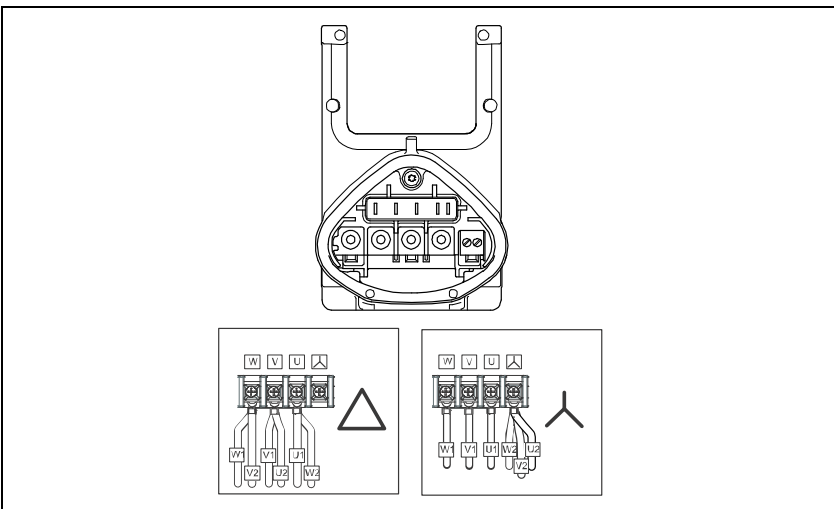

Abb. 5: Stern- oder Dreieck-Schaltung beim motorintegrierten Antriebsregler
8. Schließen Sie die Motorlitzen in der geforderten Verschaltung an, siehe auch Abb. 5. (Drehmoment: 3,0 Nm). Empfohlen wird die Verwendung von isolierten M5 Ringkabelschuhen, mit einem Anschlussquerschnitt von 4 bis 6 mm2.